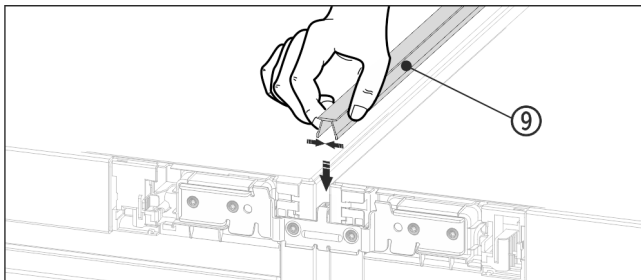

Fig. 20
- ▶ Aan de bovenzijde de korte afdeklijst Fig. 20 (9) in de horizontale spleet drukken.